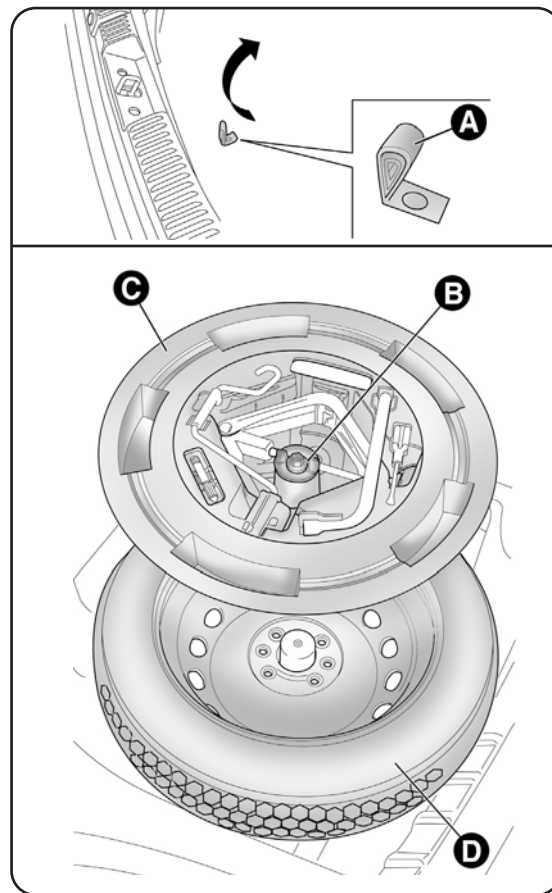

fig. 10
- aprire il bagagliaio, tirare la linguetta A-fig. 10 e sollevare verso l'alto il tappeto di rivestimento;
- sollevare il tappeto del pianale vano bagagli tramite l'apposita maniglia A-fig. 10 (in presenza di doppio vano di carico, sollevare il piano superiore e successivamente il tappeto del pianale).
- svitare il dispositivo di bloccaggio B-fig. 10;
- prelevare il ruotino di scorta D-fig. 10;
- in presenza del doppio vano di carico, alzare il tappeto del doppio vano e agganciare ad esso il tappeto di copertura del pianale vano bagagli come illustrato in fig. 10.
- sistemare il ruotino di scorta D-fig. 10 nell'apposito vano ricavato nel bagagliaio;
- sistemare il contenitore, completo di attrezzi, nella ruota di scorta, avvitando il dispositivo bloccaggio B-fig. 10;